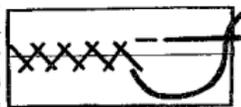

Рис. 5.10
*Фигурные (крестообразные) стежки* применяют для подшивания срезов деталей из толстых осыпавшихся тканей. Эти стежки в отличие от других выполняют слева направо, образуя строчку, которая закрепляет срез детали и предохраняет его от осыпания. Подшиваемый срез детали прокалывают иглой на половину ее толщины. В зависимости от плотности длина стежков 0,5–0,7 см, ширина строчки 0,3–0,7 см (рис. 5.10).